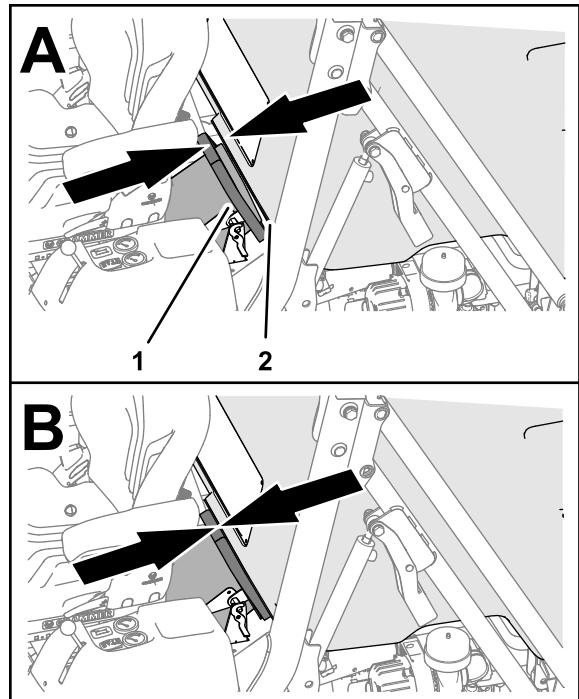

図 137
2. ホッパーの前後位置を調整してホッパーの入り口をシートシールに合わせる図 137。